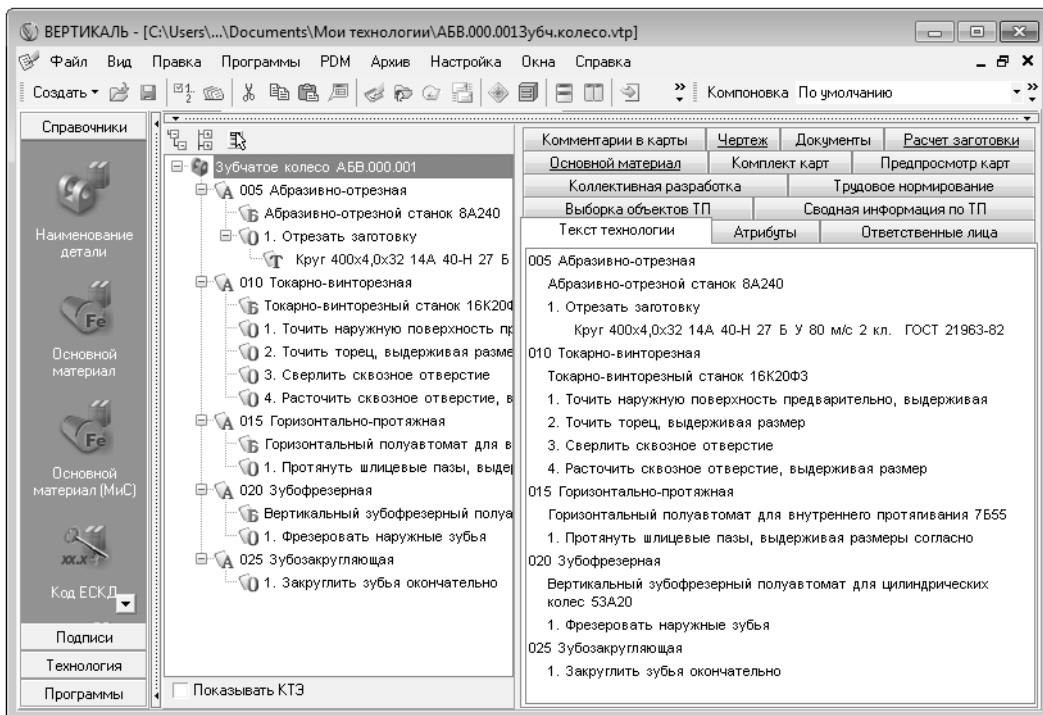

Рис. 2.10.
2. Добавьте в операции оборудование прямым перетаскиванием из встроенного окна УТС. Ваш ТП после добавления операций должен иметь вид как на рис. 2.10.